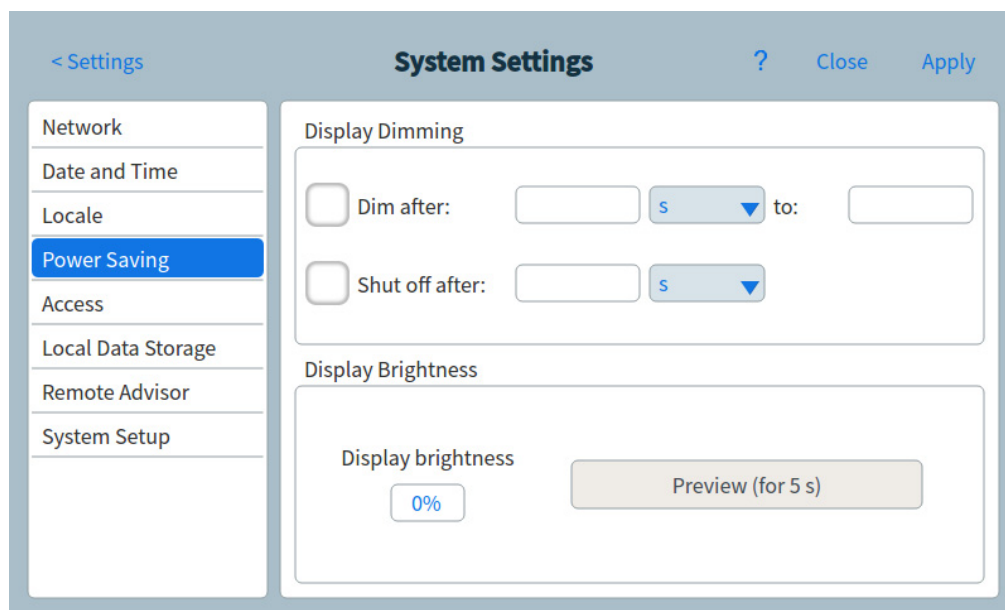

Figure 44 Page Économies d'énergie
- 1 À partir de la page Paramètres du système, appuyez sur le bouton de sélection de page **Économies d'énergie**. La page Économies d'énergie s'affiche. Voir Figure 44.